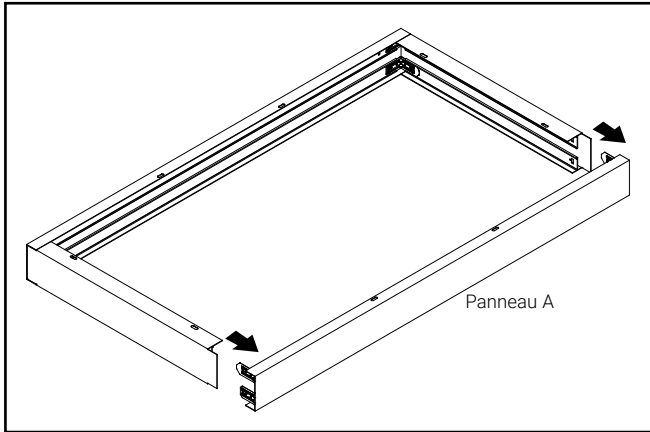

Figure 4.
9. Enlevez le panneau d'accès A et mettez-le de côté (Figure 4).